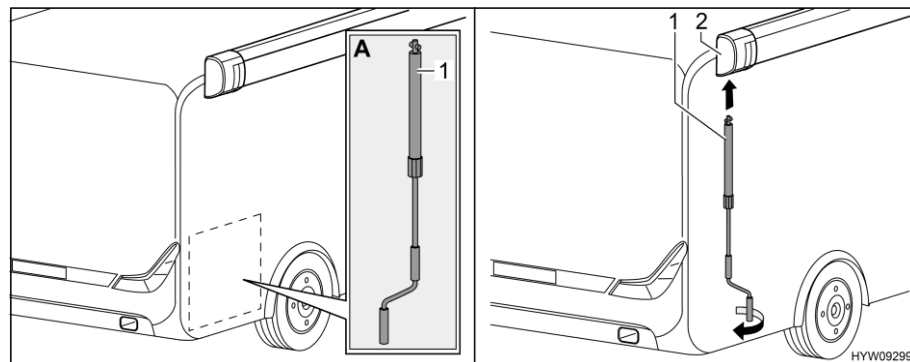

Fig. 46 Instalar la manivela
- Sacar la manivela (Fig. 46,1) del garaje trasero (Fig. 46,A).
- Encajar la manivela en el enganche de bayoneta (Fig. 46,2) del toldillo.